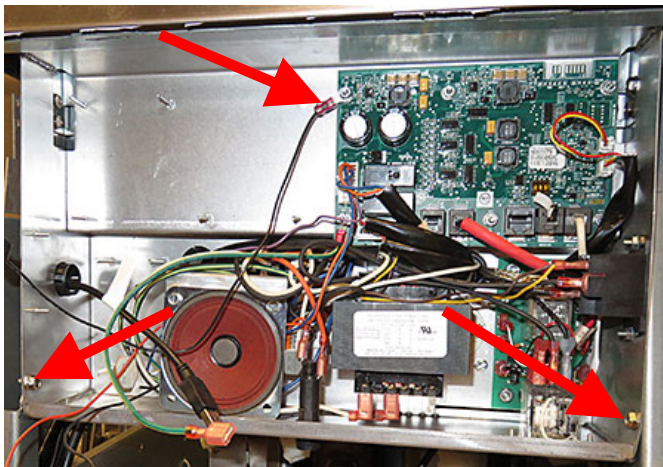

図 40
46. コントロールボックスを固定している 3 本のネジを取り外します (図 40 を参照)。